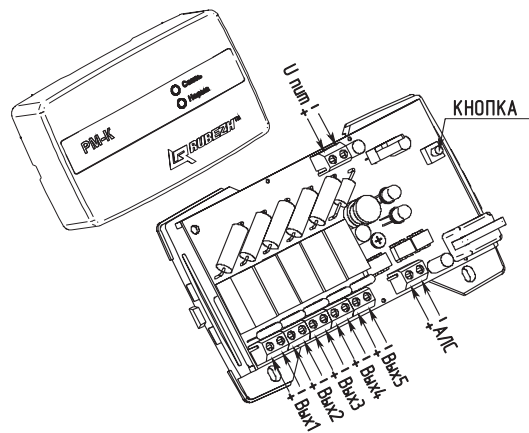

Рисунок 3
5.4 Конструктивно релейный модуль выполнен в виде блока, состоящего из пластмассового корпуса (основание и крышка), внутри которого размещена плата с радиоэлементами (см рисунок 3).
Мигание с частотой 2 Гц - при неисправности или нажатой кнопке (см.рисунок 3)
7.3 Для получения базового адреса модуля надо зайти в пункт «конфигурация» («настройка») => «сервис» => «адресация устройства» и нажать кнопку (см.рисунок 3) на модуле.